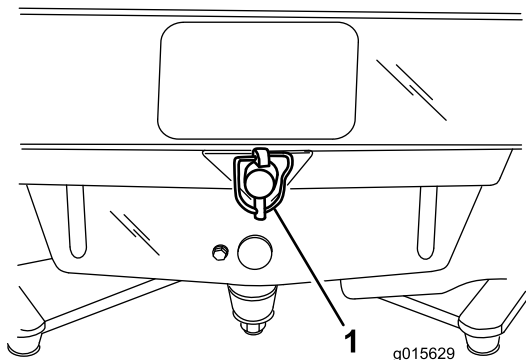

Figura 15
- Sujete la parte trasera del bastidor al pasador del soporte con el pasador de desconexión (Figura 15).